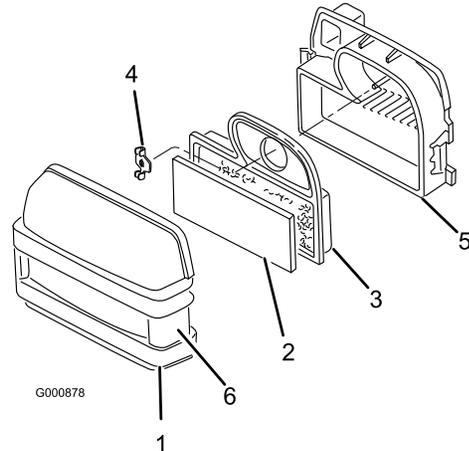

Figura 27
3. Limpie alrededor del limpiador de aire de forma que la suciedad no penetre en el motor y cause daños. Desenganche los dos cierres laterales y retire la tapa del limpiador de aire (Figura 27).
4. Separe cuidadosamente el filtro de gomaespuma del filtro de papel (Figura 27).
5. Desenrosque la tuerca de orejeta y retire el filtro de papel (Figura 27).
- 1. Deslice cuidadosamente el filtro de gomaespuma sobre el filtro de papel (Figura 27).
- 2. Coloque el conjunto del limpiador de aire sobre la base del limpiador de aire e instale la tuerca de orejeta (Figura 27).
- 3. Instale la tapa del limpiador de aire y fije los cierres (Figura 27).